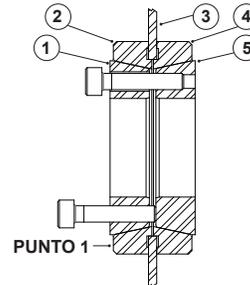

Figura 2
(Favor de referirse a la Figura 2)
4. Plana en los extremos de los dos tornillos. Transfiera esos tornillos a las roscas de empuje del anillo interior frontal (punto 1) (ver Figura 2).